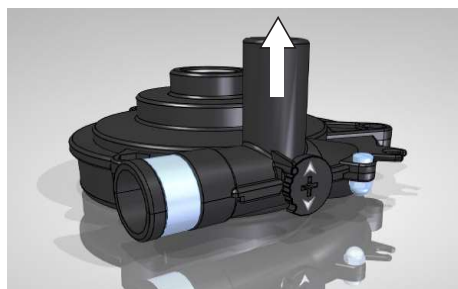

Fig 7.6.2 Bomba configurada en la posición de **circulación EXTERNA.**
- Circulación **EXTERNA**: El agua sale de la bomba por el tubo vertical (Ver fig 7.6.2). Esta configuración permite el envío de líquido a un circuito de circulación exterior para atemperar, refrigerar, etc... un equipo externo. Esta es la configuración de fábrica.